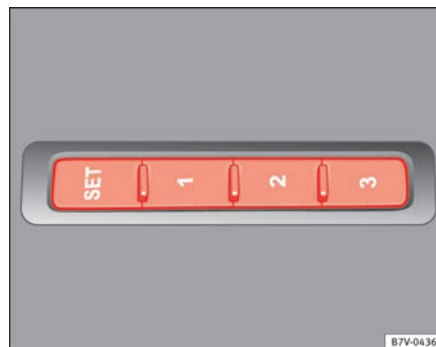

Fig. 80 Teclas de memoria en la parte exterior del asiento del conductor.
- Mantenga pulsada la tecla **SET** durante más de un segundo ⇒ fig. 80.